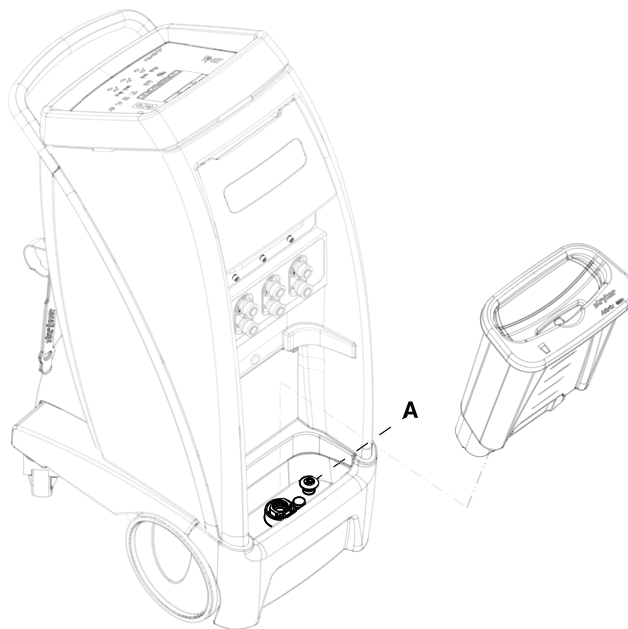

Abbildung 3-20: Ablassstopfen
2. Den Behälter entnehmen und den Ablassstopfen (A) an der Steuerung herausziehen, um den Ablass zu öffnen (Abbildung 3-20 auf Seite 3-38).